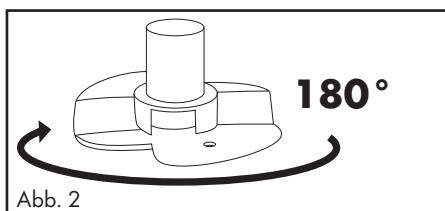
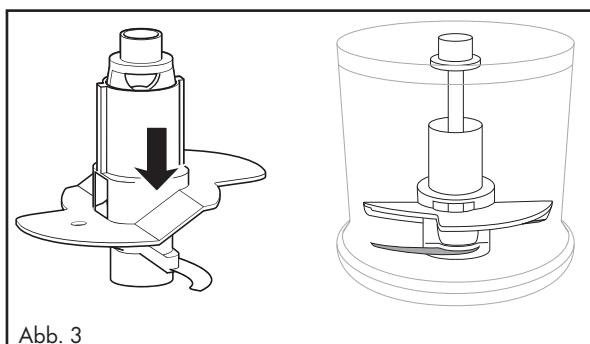

Abb. 2
Abb. 3
- Für 200 ml Sahne drehen Sie den Quirlaufsatz **10** vertikal um 180° (Abb.2), so dass dieser nur noch auf einem Messer **7** aufliegt und einrastet (Abb.3). Er pflügt dann höher durch die Sahne: